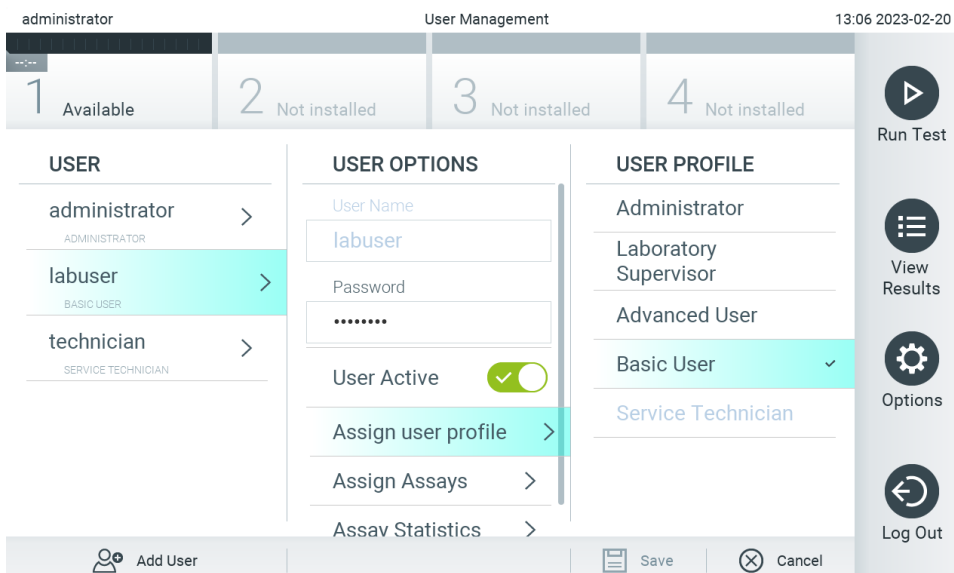

Abbildung 52. Zuweisung von Benutzerprofilen zu Benutzern.
- **Assign User Profile** (Benutzerprofil zuweisen): Ermöglicht die Zuweisung eines anderen Benutzerprofils für diesen Benutzer (z. B. Administrator, Laboratory Supervisor (Laborleiter), Advanced User (Fortgeschrittener Benutzer), Basic User (Einfacher Benutzer)). Wählen Sie das entsprechende Benutzerprofil aus der Liste rechts im Inhaltsbereich aus (Abbildung 52).